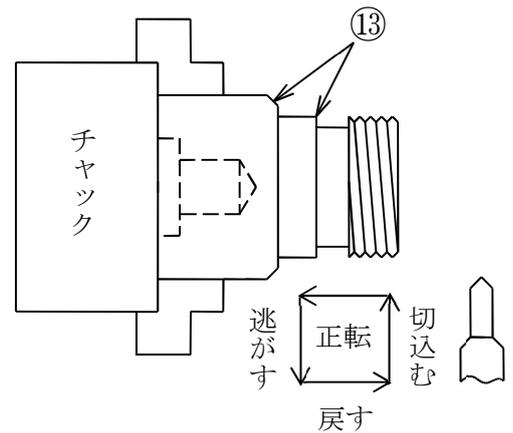

図 7.14
ねじ切り作業は、図7.14⑬の部分削らないように細心の注意を払って作業を行う。
⑭ ねじ切り加工の手順
[図 7.14]